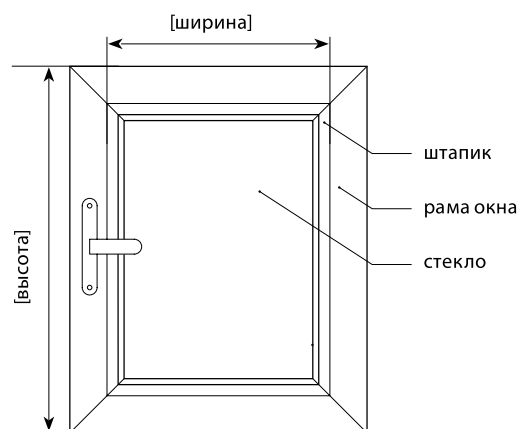

Рис.2. Замер для установки на раму окна штор LUX
1.3. Если установка шторы происходит на раму окна, то стандартный замер осуществляется по высоте рамы окна и по ширине штапика (рис.2). Рекомендуемое минимальное расстояние от основания ручки до ткани 1 см. Здесь размеры рекомендуется указывать по ткани.